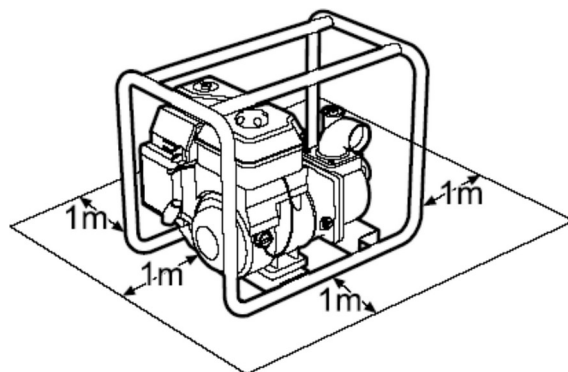

FIG. 6 — Distance minimale de 1 m autour de la motopompe
- 3) Pendant le fonctionnement, maintenez la motopompe à au moins 1 m des bâtiments, murs et autres équipements (FIG. 6) et ne placez aucune matière inflammable à proximité.